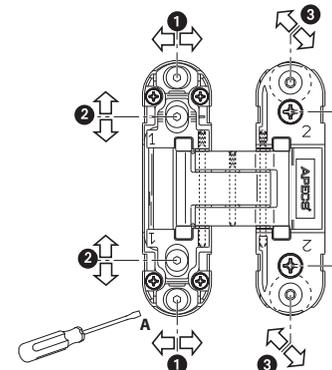

Рис.3
- 5) Отрегулируйте положение петли по притвору, по вертикали, по горизонтали (Рис.3).